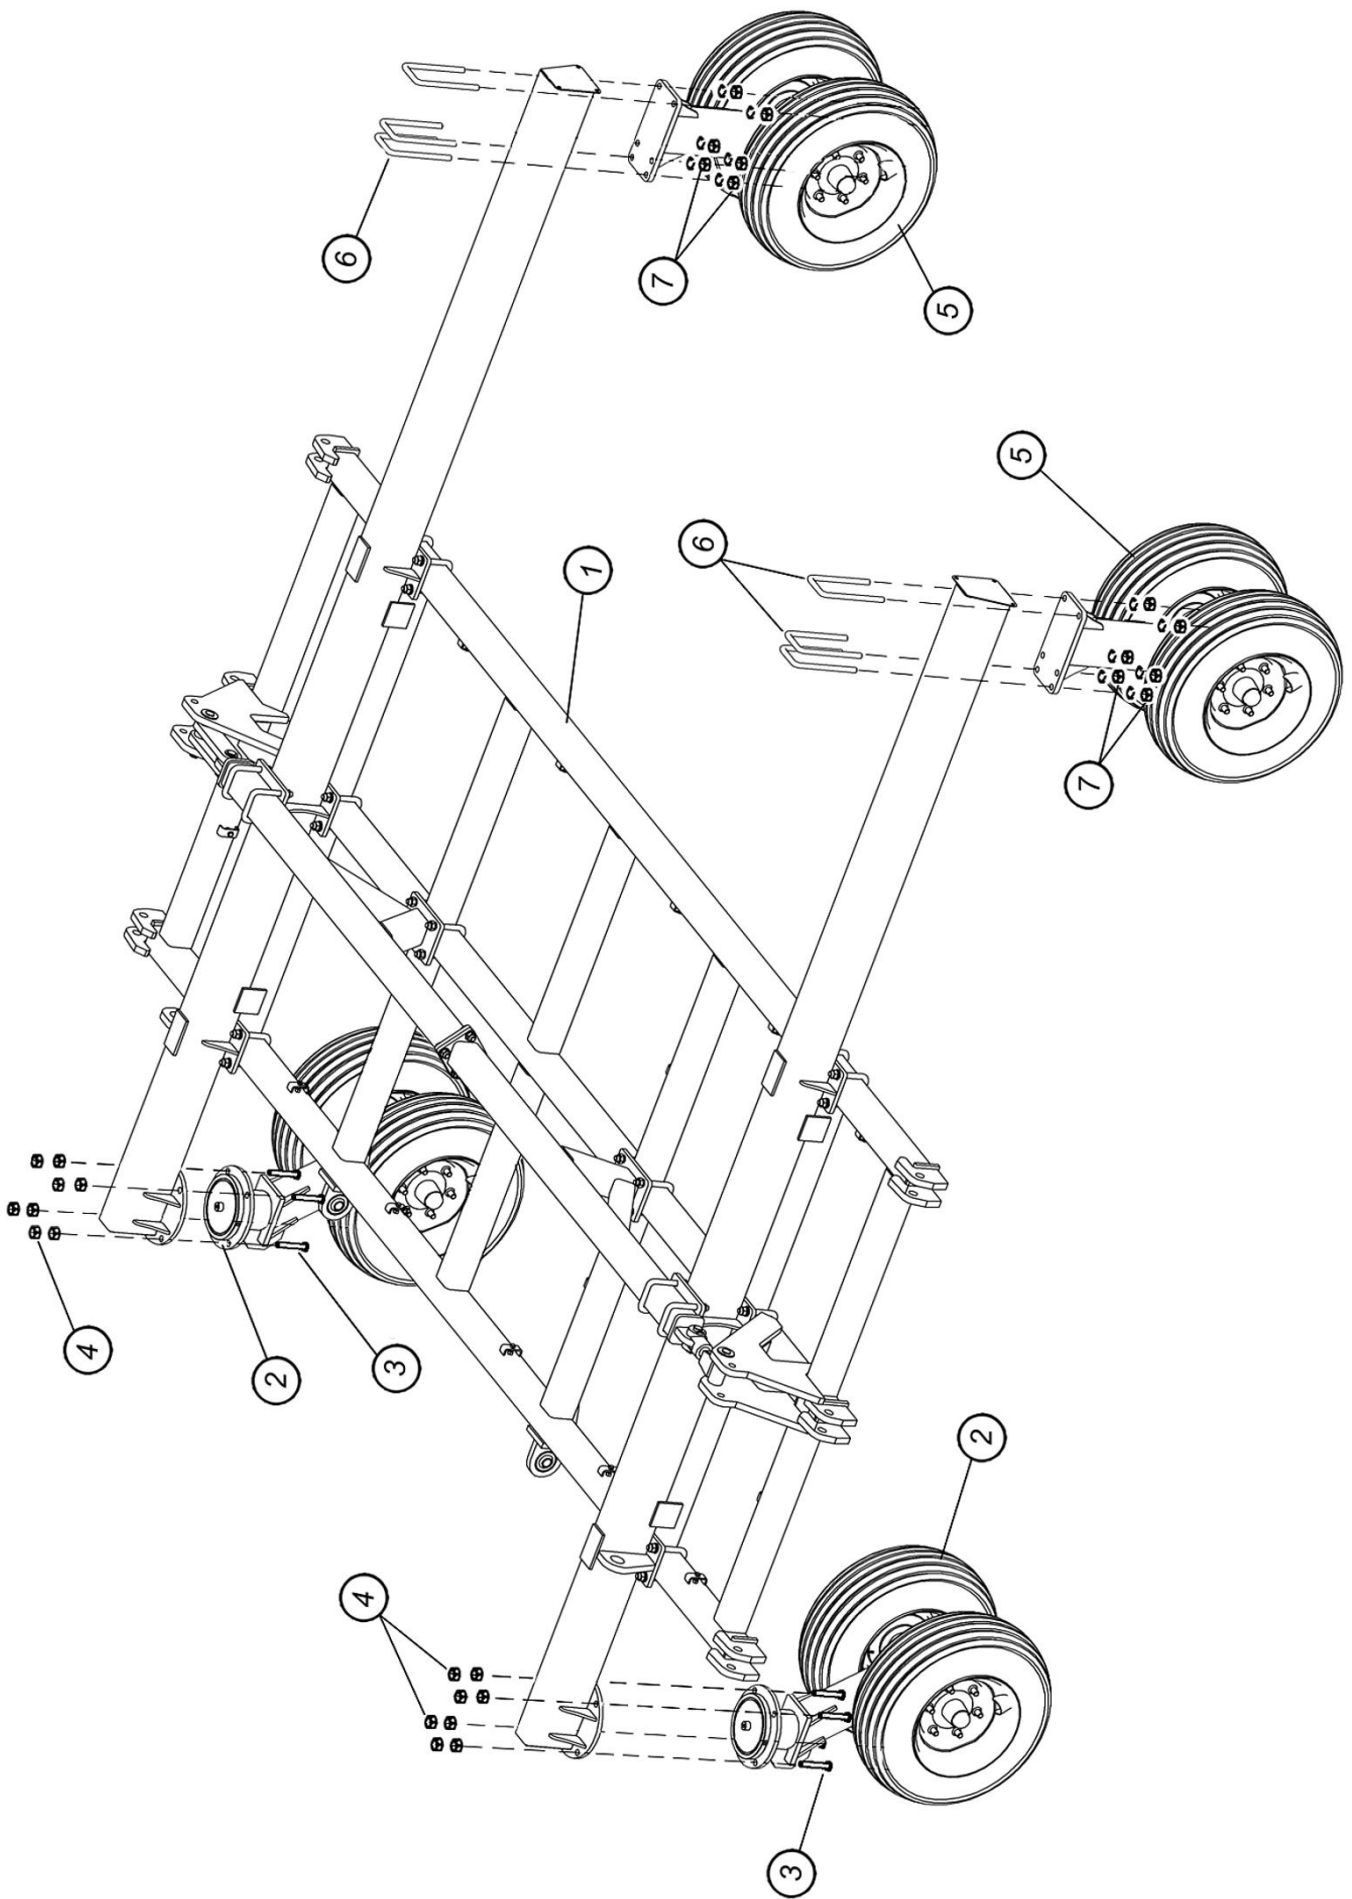

Рис.4.2.1. Шасси центральной рамы
4.2.1. Шасси переднее 2 (рис.4.2.1) центральной рамы 1 крепится к округлому фланцу продольной балки болтами 3 (M22x120) и гайками 4 (по две на каждый болт).
Шасси заднее 5 (рис.4.2.1) установите на балке продольной при помощи стремянок 6, гаек M20 и шайб пружинных Ø20 мм.